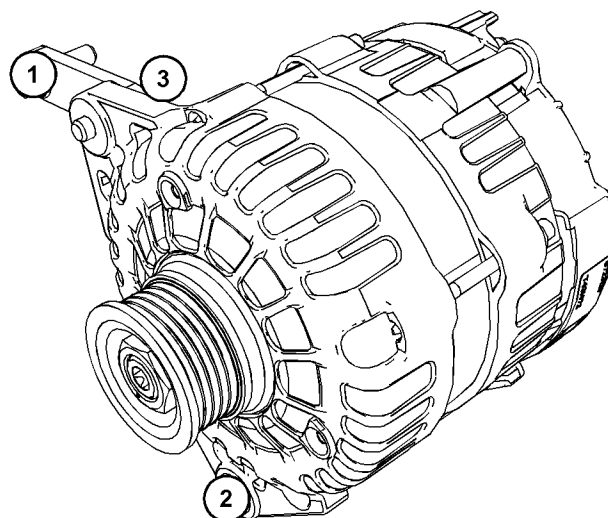

図 55
3. ボルト(1)、ボルト(5)、およびボルト(3)を図55に示す番号順に22 N·m (195 lb in)のトルクで締め付けます。